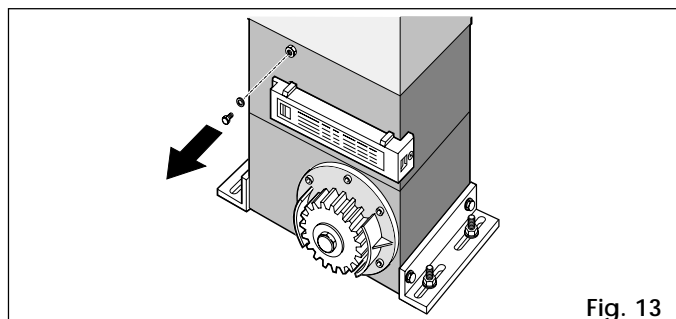

Fig. 13
- 7) Togliere e conservare le vite di sfiato (Fig.13).